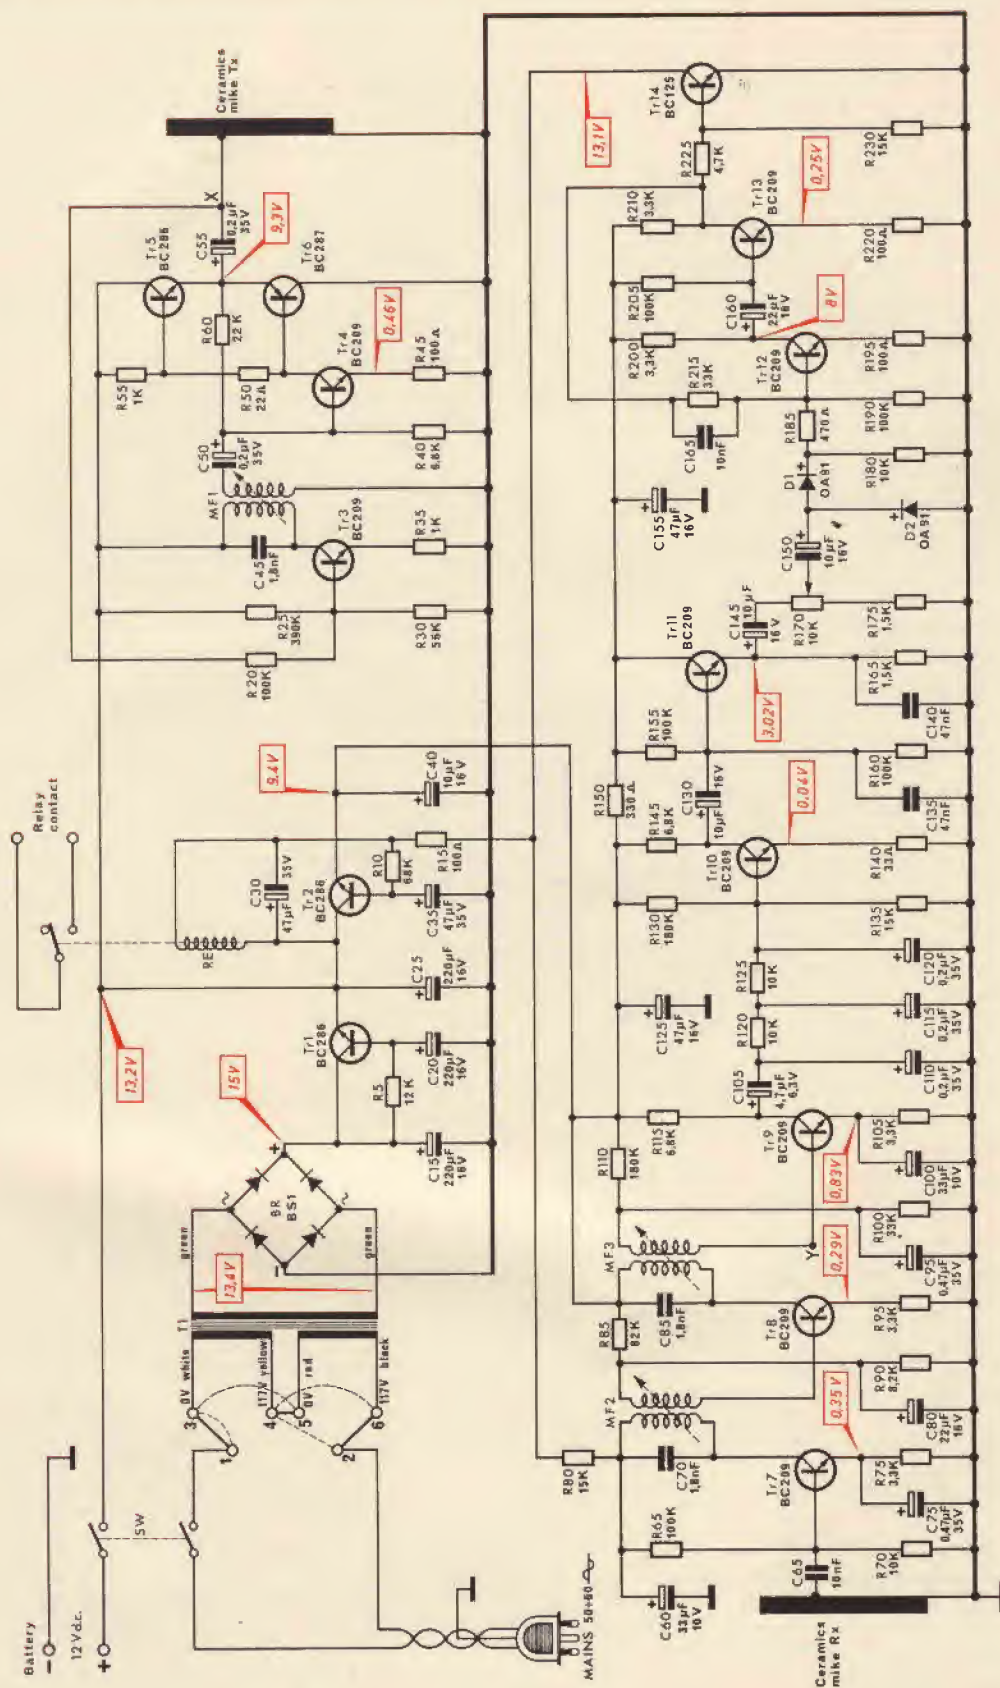

Fig. 1 - Schema elettrico.
Attraverso il cordone di alimentazione dotato di presa rete con massa, entra la corrente alternata della rete a 117-125 V oppure 220-240 V con una frequenza di 50-60 periodi. L'interruttore generale SW interrompe, oltre alla rete, anche l'eventuale alimentazione a batteria a cui si fosse provveduto innestandola nella presa denominata 12 V Battery. Il trasformatore è dotato di due primari uguali che servono per la tensione di 117-125 V se collegati in parallelo, e per la tensione di 220-240 V se collegati in serie. Siccome l'apparecchio deve servire una installazione fissa, anche il cambiotensioni è fisso, ed un eventuale cambio della tensione di esercizio va fatta sostituendo i ponticelli segnati in fig. 1 con tratto continuo. con gli altri segnati tratteggiati. Il secondario fornisce 13,4 V in corrente alternata; questi vengono applicati alla entrata del ponte raddrizzante ad onda intera BR (BS 1) alla cui uscita troveremo una tensione pulsante di 15 V. Tale tensione pulsante non è livellata nel modo consueto, ma è applicata mediante un filtro
Fig. 1 - Principio di funzionamento dell'accensione elettronica a scarica capacitiva. La tensione della batteria ( $5 \div 18$  V) viene convertita in tensione alternata nel blocco 1 e raddrizzata nel blocco 2. Gli impulsi di corrente relativi, caricano rapidamente il condensatore fino ad una tensione di  $450 \div 500$  V. Nell'istante in cui il ruttore si apre, un circuito elettronico di innesco (3) fa entrare in conduzione il tiristore. In queste condizioni, il condensatore si scarica rapidamente nel primario della bobina consentendo la formazione, sul secondario, di un picco elevato di tensione dell'ordine dei 40.000 V; nell'accensione normale tale picco raggiunge il valore di  $18.000 \div 20.000$  V.